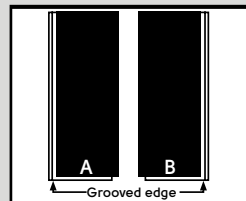

Fig. 3
3. Abra varios paquetes de material. Los tablones estarán marcados con «A» y «B» en la parte posterior (diagrama siguiente). Separe los distintos tablones y apíelos manteniendo los bordes en la misma dirección. Mezcle los tablones de cada pila antes de la instalación para lograr un aspecto más natural (Fig. 3).